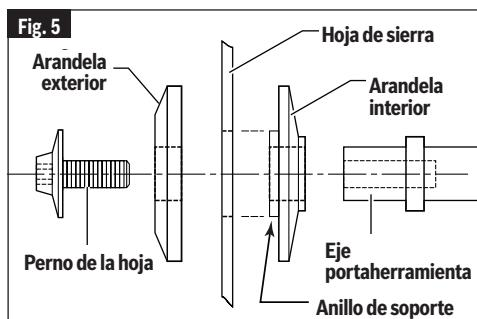

Fig. 5
5. Retire el perno de la hoja y la arandela exterior. Agarre cuidadosamente la hoja. Deslice la hoja alejándola de la arandela interior y separándola del eje portaherramienta y luego hacia abajo y alejándola de la sierra. Deje la arandela interior en el eje portaherramienta (vea la Fig. 5).